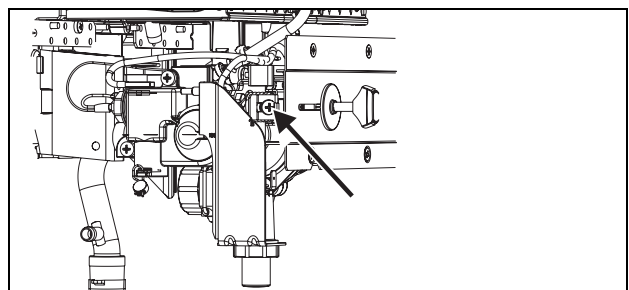

Bild 18 Einstellschraube min. Gasmenge
- Mit der Einstellschraube (Bild 18) den Druck gemäß Tabelle 7 einstellen.